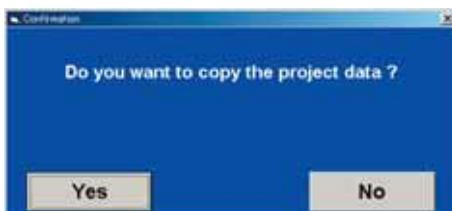

Рис. 4.1.6
После выбора проекта из перечня и нажатия на кнопку "Копировать проект" (Project Copy) (7) откроется окно подтверждения (рис. 4.1.6). Для копирования выбранного проекта нужно нажать "Да" (Yes).